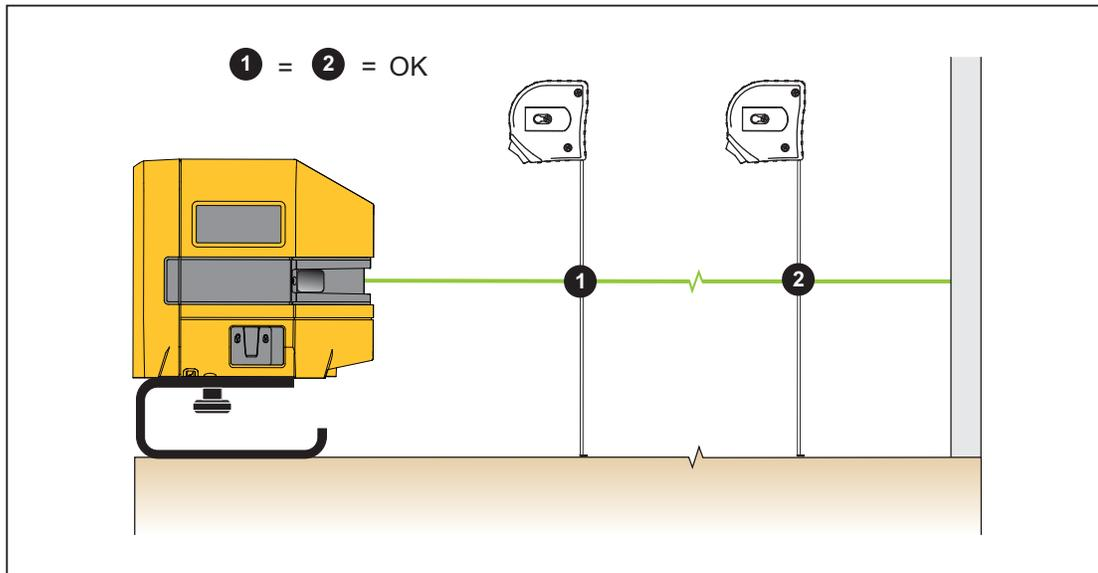

Abbildung 3. Vorhandene Elementausrichtung
3. Den Abstand vom Element zum Laser in verschiedenen Abständen vom Produkt messen. Siehe Abbildung 3.